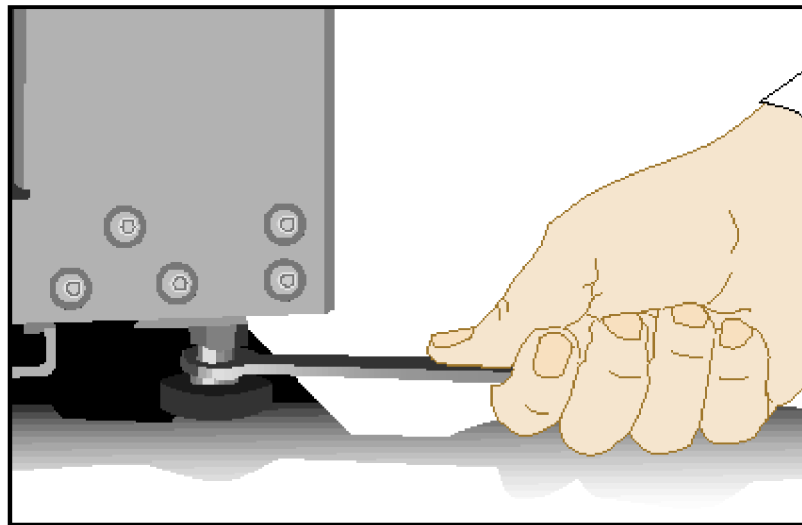

Figure 1-16 Boulons de mise à niveau
3. Ajustez les boulons de mise à niveau du châssis 001, comme il est indiqué à la figure 1-16, jusqu'à ce que le châssis soit à niveau.